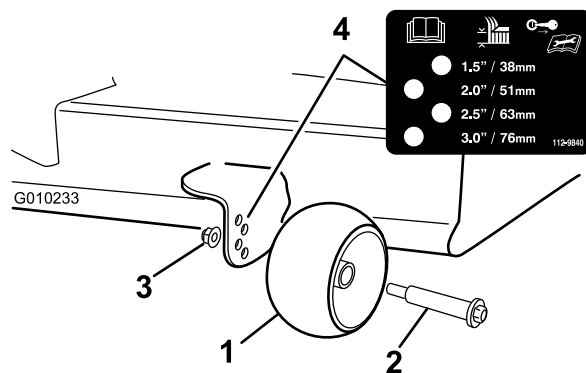

Figura 19
3. Ajuste los rodillos protectores del césped según se muestra en Figura 19 a la posición de altura de corte más próxima.